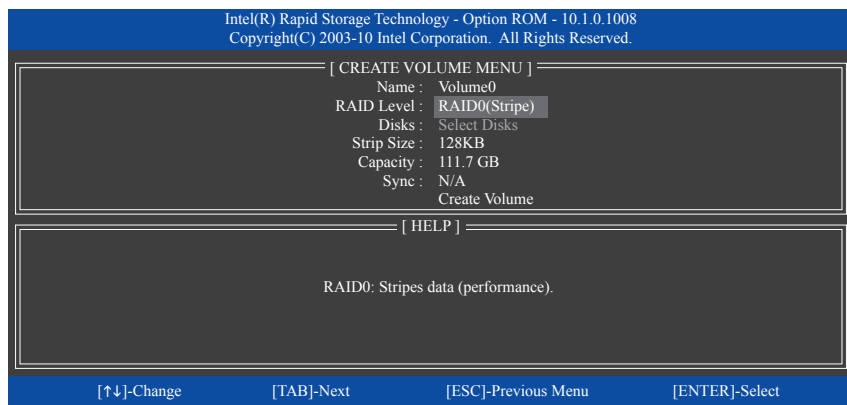

図 4
**CREATE VOLUME MENU** スクリーンに入った後、**Name** アイテムの下で 1~16 文字 (文字に特殊文字を含めることはできません) のボリューム名を入力し、<Enter> を押します。次に、RAID レベルを選択します (図 4)。サポートされるRAIDレベルにはRAID 0、RAID 1、Recovery (リカバリ)、RAID 10、RAID 5が含まれています (使用可能な選択は取り付けられているハードドライブの数によって異なります)。<Enter>を押して続行します。